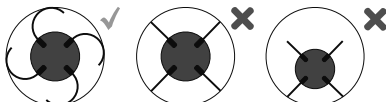

Figur 1 – RIDGID® FlexShaft sandpappersredskap
RIDGID® FlexShaft sandpappersredskap r utformade för att användas med RIDGID FlexShaft-maskiner vid den slutliga rengöringen av rörväggarna (t.ex. före beläggning av röret) eller slutlig återställning/sidorengöring efter rörbeläggning (figur 1).
1. Byt ut de två skruvarna som håller fast det främre locket och ta bort det främre locket. (Se figur 1.)